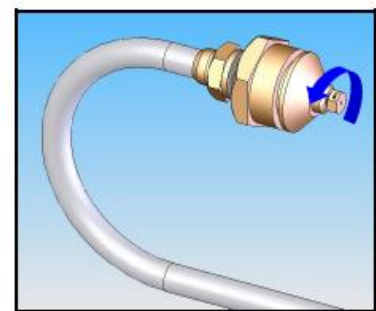

Figure 5
- Bauen Sie die vorhandene Druckdüse (Injektor) aus und setzen Sie die für das Gassystem geeignete neue Druckdüse (Injektor) dafür ein (Bild 5.)